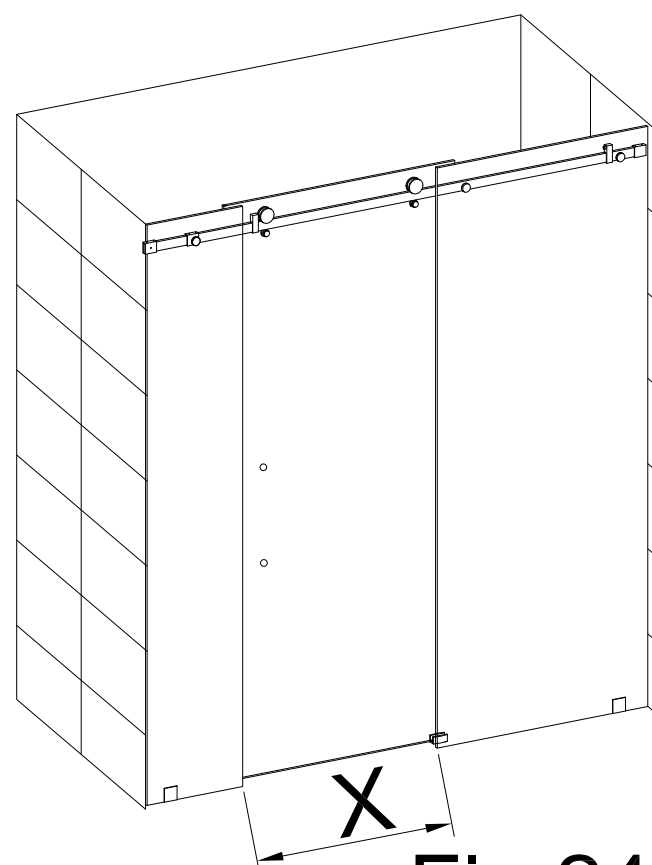

Fig.24
Mesurez la distance entre le petit verre fixe (19) et le grand verre fixe (3). Voir la figure 24.